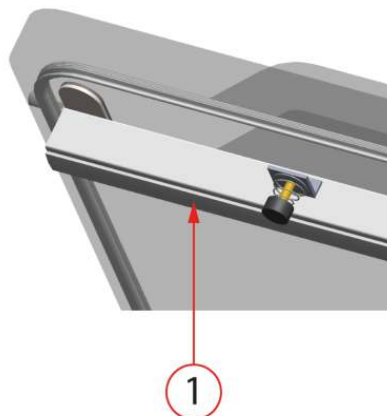

Abbildung 7: Austausch des Silikongummis der Silikonhalter
1. Ziehen Sie das alte Silikongummi vom Halter ab, vgl. *Abbildung 7: Austausch des Silikongummis der Silikonhalter* auf Seite 39.